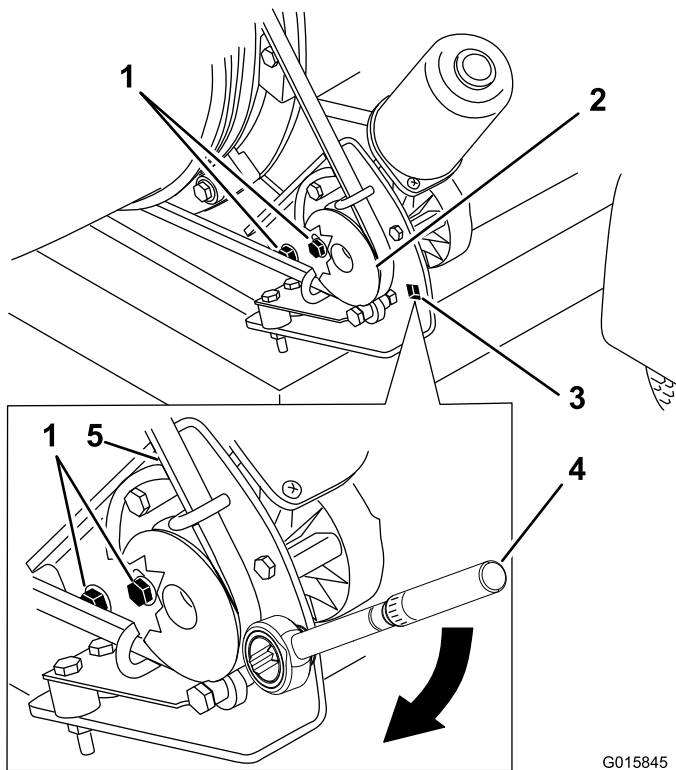

Bild 33
1. Lockern Sie die Schrauben, mit denen die Befestigungshalterung der Riemenscheibe am Bläserrahmen befestigt ist (Bild 33).
- Platzieren Sie einen Drehmomentschlüssel in der Riemenscheibenbefestigungshalterung (Bild 33).
- Schwenken Sie die Riemenscheibenbefestigungshalterung von der Düse weg, bis der Drehmomentschlüssel 22,6 bis 26,0 Nm anzeigt (Bild 33).